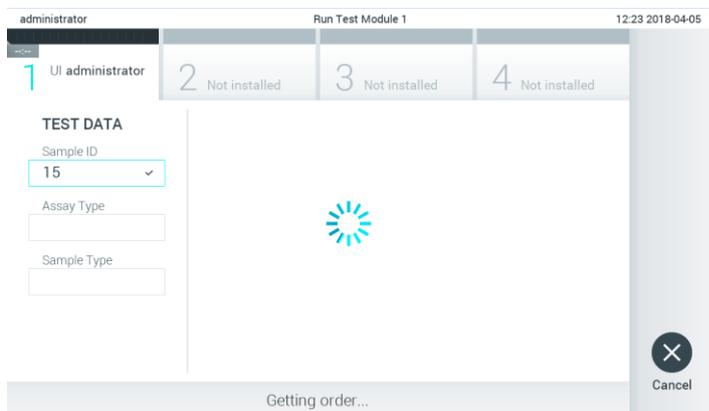

Figura 70. Visualización durante recuperación de una solicitud de prueba.
3. El identificador de muestra se enviará al host y, mientras el QIAstat-Dx Analyzer 1.0 espera una solicitud de prueba, aparecerá el mensaje "Getting order..." (Obteniendo solicitud; consulte la figura 70).